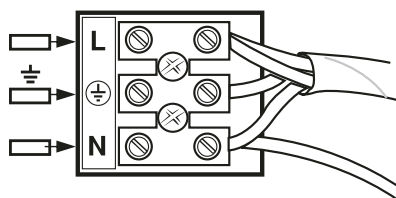

Fig. 5
1. Hängen Sie den Ventilator an den Haken der Halterung, indem Sie eines der Löcher an der Oberseite der oberen Haube verwenden. Schließen Sie die Kabel von der Stromversorgung und Halterung wie folgt an die Anschlussklemmen an (Siehe Abb.5); Braunes Kabel: Phasenleiter (L), Grün/Gelb: Erdleiter, Blaues Kabel: Nullleiter (N)
1. Hang the fan onto the bracket hook by using one of the holes at the top of the upper canopy screws. Connect wires from supply and bracket to the wiring terminals as follow (Refer to Figure 5): Brown wire: L, Blue wire: N, Green/yellow: Ground
1. Suspendez le ventilateur au crochet du support via l'un des trous situés en haut des vis du boîtier supérieur. Raccordez les câbles de l'alimentation et du support aux terminaux de câblages comme suit (voir Fig. 5) : Câble marron : L, Vert/jaune : Terre, Câble bleu : N
1. Hang de ventilator aan de beugelhaak met behulp van een van de gaten bovenaan de bovenste plafondkapschroeven. Sluit de draden van de voeding en de beugel als volgt aan op de bedradingsklemmen (zie Fig. 5): Fasedraad, bruin: L, Groen/geel: Nuldraad, Blauw: N
1. Atârnați ventilatorul pe cârligul de prindere utilizând una dintre găurile din partea superioară a palei superioare screws. Conectați sârmele de la alimentare și placă la terminalele de cablare după cum urmează (consultați fig. 5): fir maro: L, fir albastru: N, fir roșu: fir verde/galben:pământare
1. Подвесьте вентилятор на крюк кронштейна, пользуясь одним из отверстий винтов верхнего колпака. Подсоедините провода от блока питания и кронштейна к клеммам проводки следующим образом (см. рис. 5): Коричневый провод: L, Зеленый/желтый провод: Земление, Синий провод: N
1. Zawiesić wentylator na haku wspornika przy użyciu jednego z otworów wykonanych w górnej części górnych śrub osłony. Podłączyć przewody układu zasilania i wspornika do zacisków w następujący sposób (patrz Rysunek 5): Przewód brązowy: L, Przewód niebieski: N, Zielony/żółty: Uziemienie